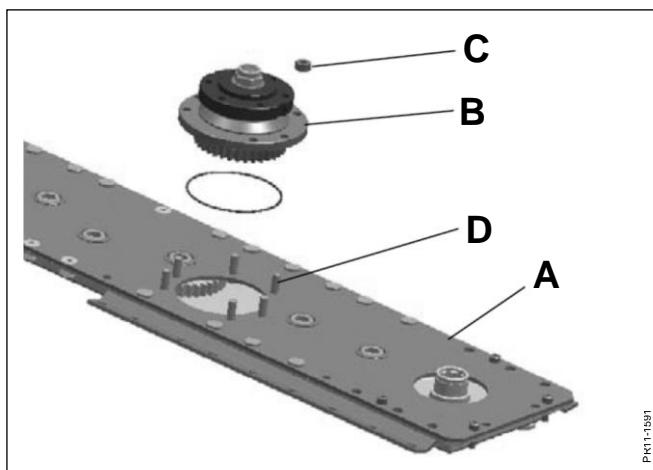

Fig. 5-17
**Fig. 5-17** Når navet monteres skal overfladen af bjælken **A** og undersiden af navet **B** være rene og smurt med et tyndt lag fedt. Møtrikkerne **C** skal låses med Loctite 243 (skruesikring) på gevindtappene **D** og spændes med **92 Nm** (9,2 Kpm).